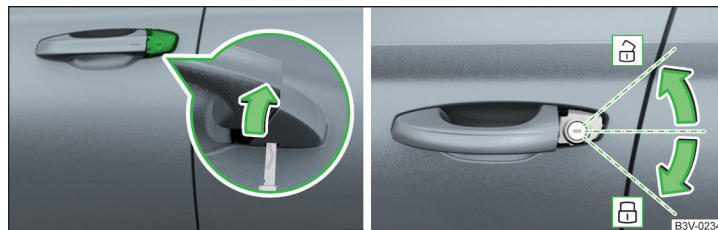

Fig. 246 Mânerul portierei șoferului: Desciderea capacului încuietorii / descuierea și încuierea
- Introduceți cheia în fanta din partea de jos a capacului și rabatați capacul în sensul săgeții » fig. 246.